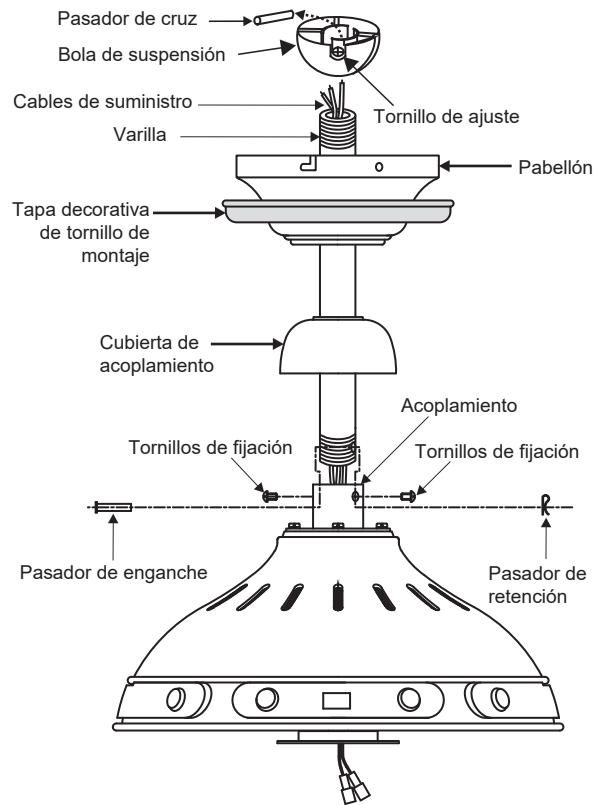

Fig. 6
**Paso 1.** Retire la bola de suspensión del conjunto de la varilla aflojando el tornillo de fijación, retirando el pasador transversal y deslizando la bola fuera de la varilla. (Fig.6)
**Paso 2.** Afloje los dos tornillos de fijación y retire el pasador de enganche y el clip de retención del acoplamiento en la parte superior del conjunto del motor. (Fig. 6)
Luego, reemplace el pasador de enganche y el clip de retención. Apriete ambos tornillos de fijación. (Fig. 6)
Enrosque la bola de suspensión en la varilla, inserte el pasador transversal a través de la varilla y apriete. Ahora apriete el tornillo de fijación. (Fig. 6)